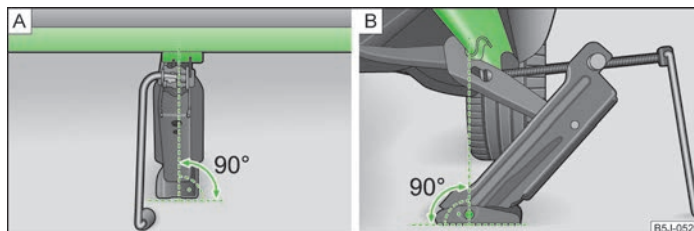

Fig. 135 Colocar el gato
- Fijar el gato de modo que la garra abarque el alma vertical » fig. 135 - **B** debajo de la muesca en la superficie lateral del larguero inferior.
- Asegurarse de que la placa de base del gato esté con toda la superficie apoyada en un suelo recto y en vertical » fig. 135 respecto a la posición en la que la garra abarca el alma.